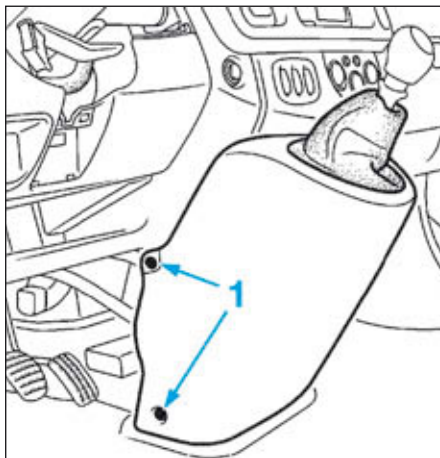

FIG.57
- Déposer les vis (1) de la console centrale (Fig.57).